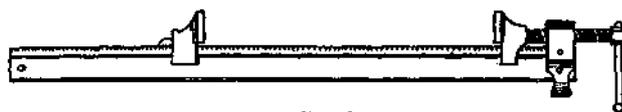

Fig. 69
*Sargento* (Fig. 69). — Espécie de prensa de mão, composta de uma haste de aço dentada ou furada, munida de duas esperas.